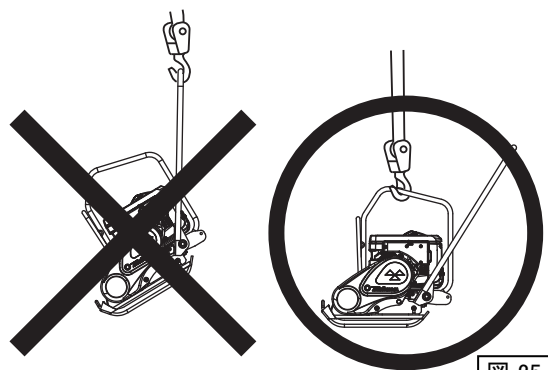

図 25
3. 吊り上げの際は必ずガードフックに吊り上げ具を引掛けてください。(図25)